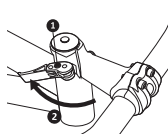

Рис. 34:
1. Нажмите красную кнопку-предохранитель и, не отпуская ее, отведите рычаг эксцентрика, полностью ослабив его (рис. 34);